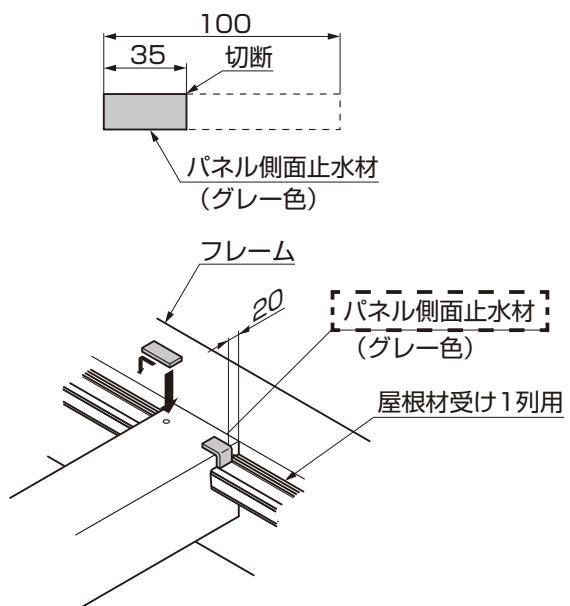

図8-2 A部詳細図
- ①パネル側面止水材を35mmに加工してA部のフレーム・中間フレームに貼付けてください。(図8-2参照)